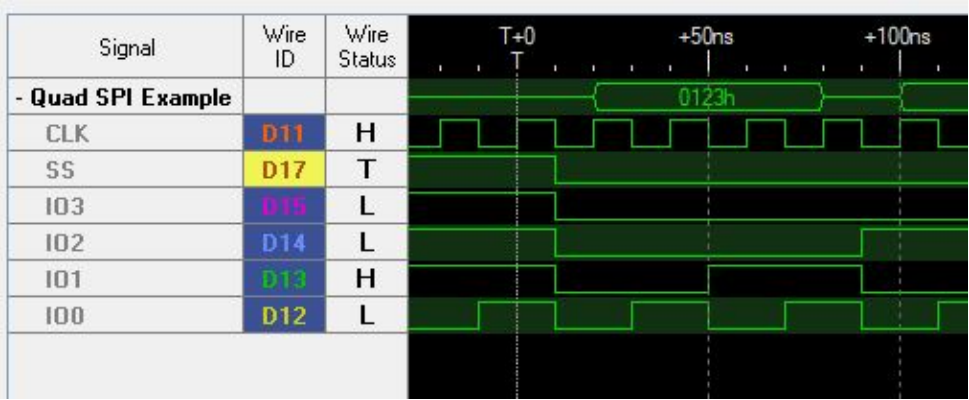

Figura 5: Configuración de palabra de disparo
5. El siguiente paso es configurar el muestreo de las señales, como se puede ver en la figura 5 por defecto el programa viene con *timing mode* que significa que el clock es interno, siendo que el *state mode* nos permite seleccionar uno de los dos cables (o ambos) blancos como Clocks externos. La opción de *Compression* nos permite elegir cuando tomar la información para ahorrar memoria, por lo que solo tomará información desde los cables cuando exista una transición.